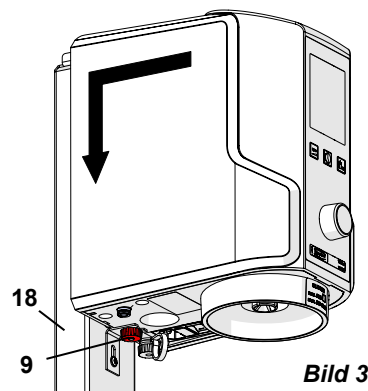

Bild 3
- ⇒ Säkra apparaten med räfflad mutter (9, bild 3).